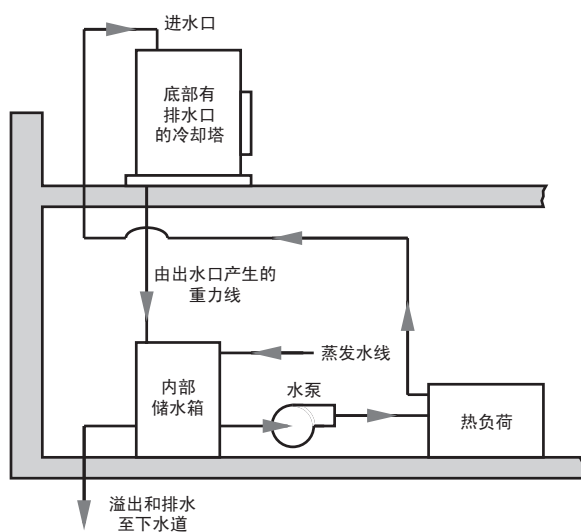

图 2
- 1. 如果冷却塔必须在结冰天气中运行，建议安装塔时进行重力自流配置。请参见图 2。